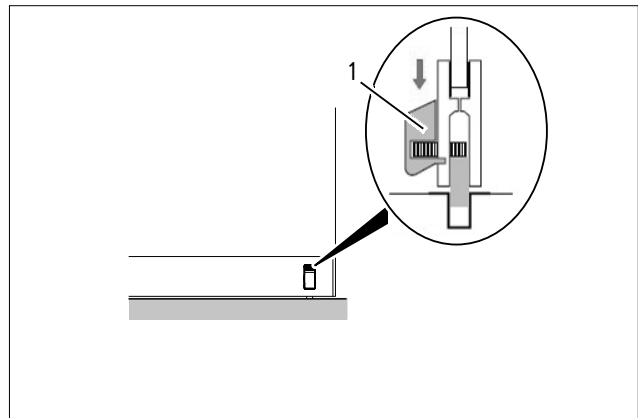

Abb. 11 Frontfeststeller verriegeln
2. Beide Frontfeststeller (Abb. 11/1) am Flügel mit dem Fuß oder der Hand herunterdrücken.